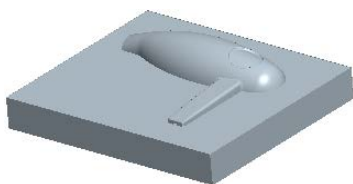

图 8.42 模型的下半部分体积块
Step5. 在“体积块分割”操控板中单击 **体积块** 按钮，在“体积块”界面中单击 **1** ☒ **体积块_1** 区域，此时模型的下半部分变亮，如图 8.42 所示，然后在选中的区域中将名称改为 lower_vol；在“体积块”界面中单击 **2** ☒ **体积块_2** 区域，此时模型的上半部分变亮，如图 8.43 所示，然后在选中的区域中将名称改为 upper_vol。